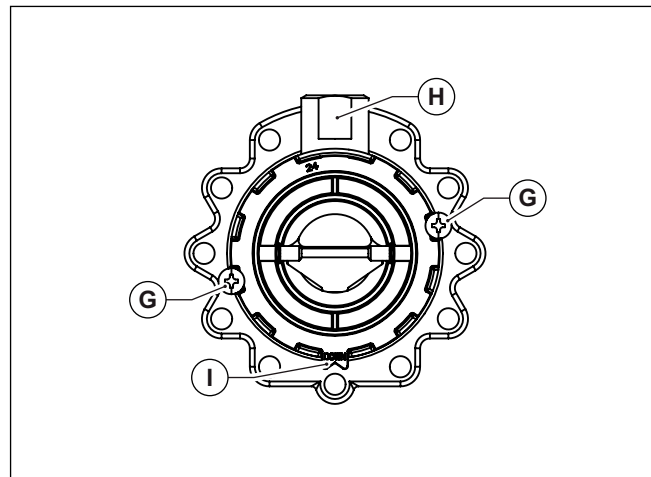

Abb. 29 Montagelage
- Den Kunststoffkörper (Venturi) erneut montieren und ihn dabei, in der richtigen Position in die Mischeinrichtung einsetzen und mit den Befestigungsschrauben fixieren, dabei darauf achten, dass die O-Ringe, die an den Enden des Kunststoffkörpers (siehe Abb. 28 Kunststoffkörper Gas-Luft Mischeinrichtung) sitzen, nicht beschädigt werden und die Montagerichtung einhalten (siehe Abb. 29 Montagelage).